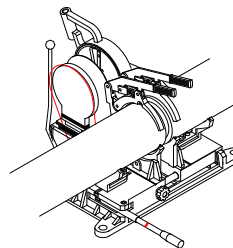
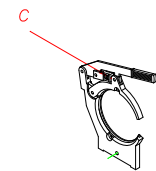

Fig. 6
Fig. 7
- Inserire i tubi o i raccordi da saldare nelle morse (avendo cura di lasciare lo spazio sufficiente per l'inserimento del braccio fresa) bloccarla ruotando la leva e regolando la forza di bloccaggio agendo sull'apposita ghiera **C** (**fig. 6** **fig. 7**)
- Les mâchoires doivent serrer fortement les extrémités des tubes. Le cas échéant, il faut rattraper le bouton C jusqu'à déploiement d'énergie pour la fermeture du levier de serrage. (**Fig. 6 et 7**)